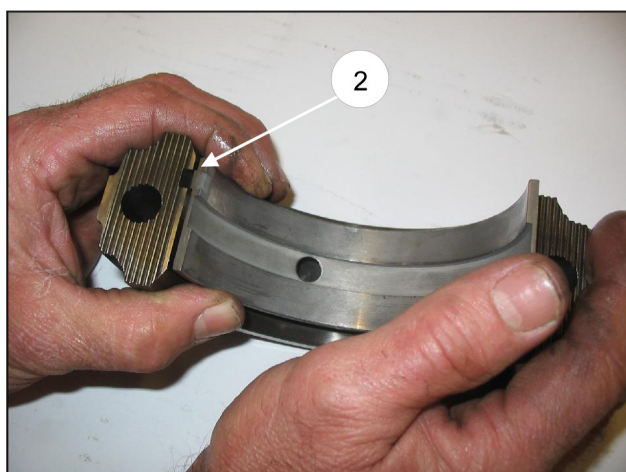

Fig. 6/a
Dans le cas de démontage des tiges de guide de piston, vérifier le positionnement correct des joints toriques (rep. ①, Fig. 6/b) ; si nécessaire, les remplacer.